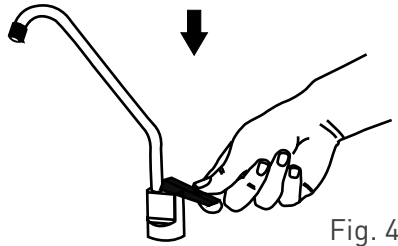

Fig. 4
- La llave cuello de ganso cuenta con una palanca. Si esta se oprime hacia abajo, saldrá agua mientras la palanca se mantenga oprimida. (Fig. 4)